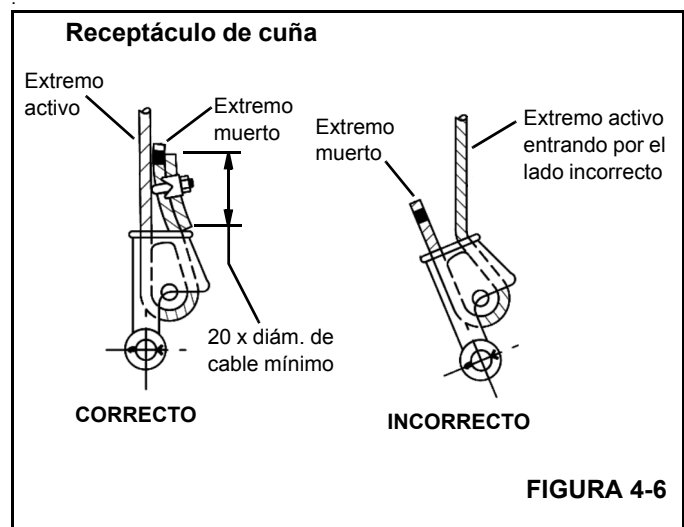

FIGURA 4-6
3. Verifique que el extremo activo (Figura 4-6) del cable quede directamente en línea con las orejetas del receptáculo y con la dirección de la tracción que se aplicará al cable. Si el cable se instala de modo incorrecto en el receptáculo, se producirá un doblez en el punto que el cable sale del receptáculo, y el borde del receptáculo desgastará el cable, causándole daños y la falla eventual del mismo.
4. Inserte el extremo del cable en el receptáculo, forme un lazo con el cable y devuelva el cable a través del receptáculo, permitiendo que el extremo muerto (Figura 4-6) sobresalga del receptáculo. Verifique que el extremo muerto del cable tenga un largo suficiente para aplicarle un dispositivo de terminación al extremo después de haber asentado la cuña.